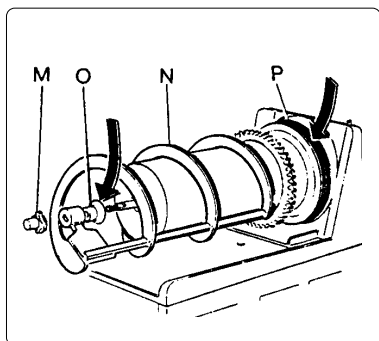

Fig. 16
- f) Procedere al rimontaggio del gruppo di miscelazione attenendosi alle seguenti operazioni (vedi fig. 16):
- è indispensabile spalmare la guarnizione (O) con grasso di vaselina per agevolare lo scorrimento e la tenuta;
- rimontare la guarnizione (P);
- rimontare la spirale raschiante (N);
- fissare tutti i componenti avvitando il pomello (M) in senso antiorario.